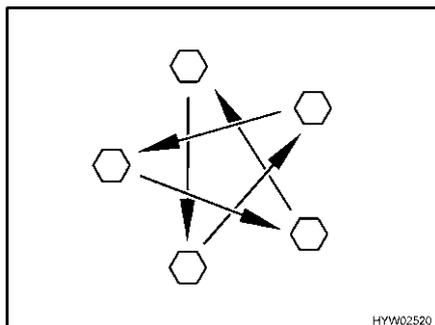

Bild 209 Radmuttern oder Radschrauben über Kreuz anziehen
- Radmuttern oder Radschrauben regelmäßig auf festen Sitz prüfen. Radmuttern oder Radschrauben eines ausgewechselten Rades nach 50 km über Kreuz nachziehen (Bild 209). Anziehdrehmoment siehe Abschnitt 13.5.2.
- ▷ Radmuttern oder Radschrauben über Kreuz anziehen (Bild 209).